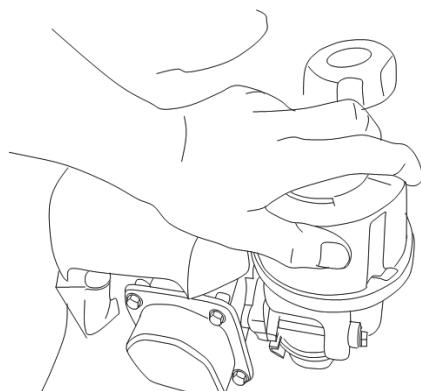

Fig.18
- 1) Separare i ganci di fissaggio dall'involucro del filtro dell'aria (Fig. 18) e separare il coperchio del filtro dell'aria.